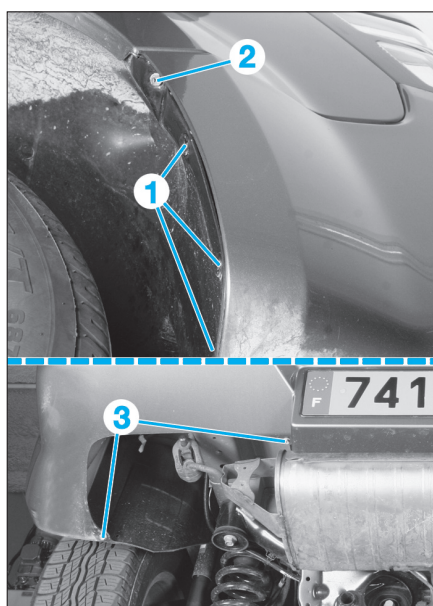

FIG. 70
- Déposer les agrafes (1) de fixation de pare-boue (**Fig.70**).
- Déposer les vis de fixation supérieures (2) et inférieures (3) situées à droite et gauche du bouclier.